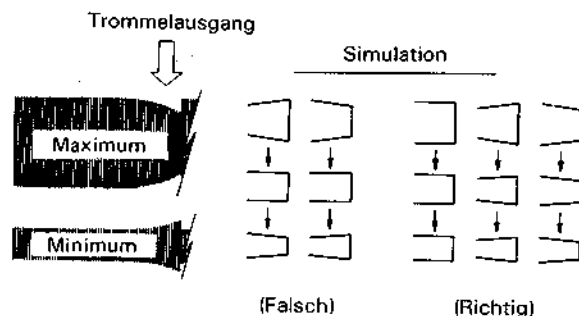

Abb. 1-6-3 Trommelausgabe
- 3) Auf gleiche Weis wie beim ansteigenden Teil die Aufnahme-Führungsrolle so drehen, daß der sinkende Teil (Trommelausgang) der Hüllkurve eingestellt wird. Siehe Abb. 1-6-3.